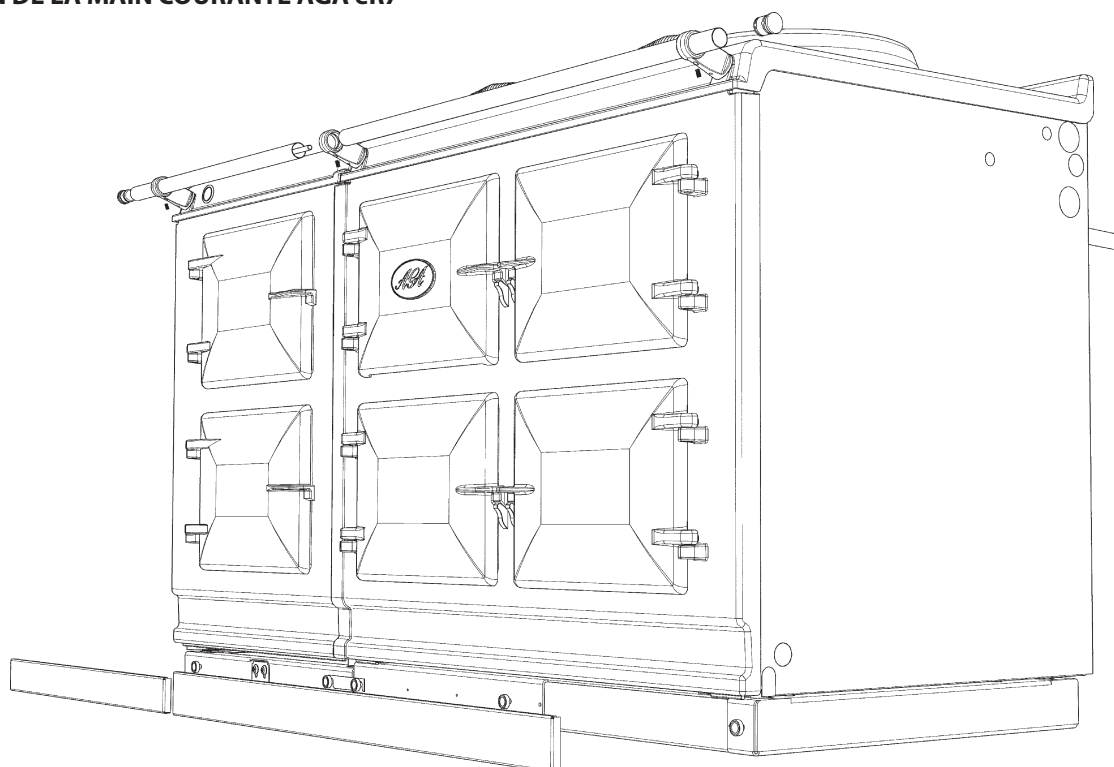

Fig. 30.12
11. Sur les fous 5, placez le goujon tout fileté dans l'extrémité fileté de la main courante, puis faites passer la main courante à travers le support (en vous assurant que le goujon tout fileté dépasse du côté droit de la main courante de l'armoire chauffante) et vissez les mains courantes ensemble (**Fig. 30.12**).
14. Pour terminer, placez la face du socle sur les aimants situés à l'avant du socle tout en s'assurant que sur les 5 fours, le côté droit de la face du socle est bien contre le côté gauche de la face du socle de l'AGA eR7. Il ne doit y avoir aucun espace. Assurez-vous que les faces du socle sont bien centrées et fixées (**Fig. 30.12**).